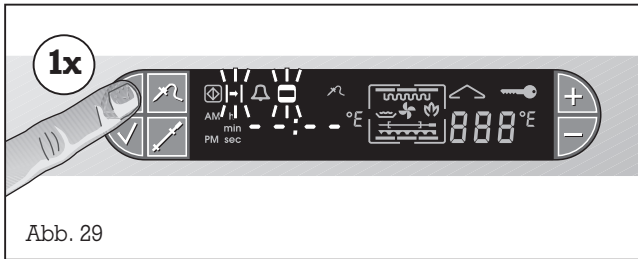

Abb. 29
- Drücken Sie die Taste ☹️ (Uhr) 1 mal. Im Display blinken die Symbole ⏸️ (Dauer) und ◻️ (Garzeit). Im Display erscheinen Bindestriche (d. h.: kein Wert programmiert) (Abb. 29).